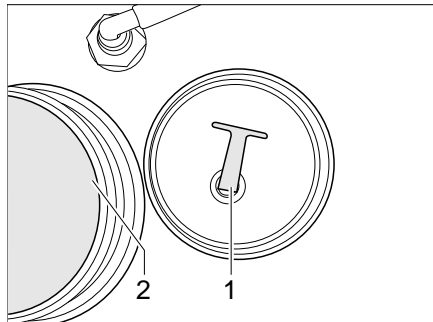

Bild 150 Wassertank
- Verschlussdeckel (Bild 150,2) am Wassertank abschrauben.
- Den Verschluss-Stopfen (Bild 150,1) aus der Ablassöffnung ziehen. Das Wasser läuft ab.